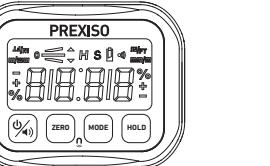

FIG. 1
a.Éteignez l'équipement. Placez l'équipement sur une surface ferme, plane et lisse. (FIG. 1).